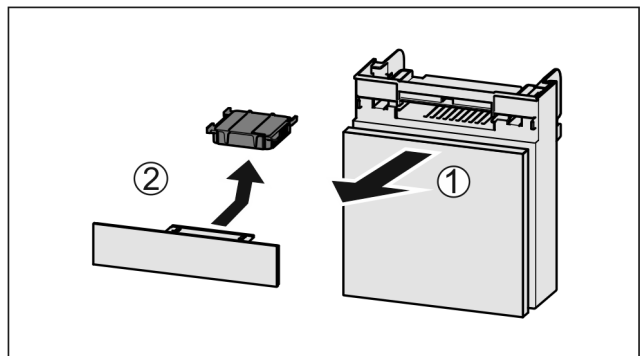

Fig. 236
- Потягніть Fig. 236 (1) відділення вперед.
- Витягнути Fig. 236 (2) фільтр з активованого вугілля.